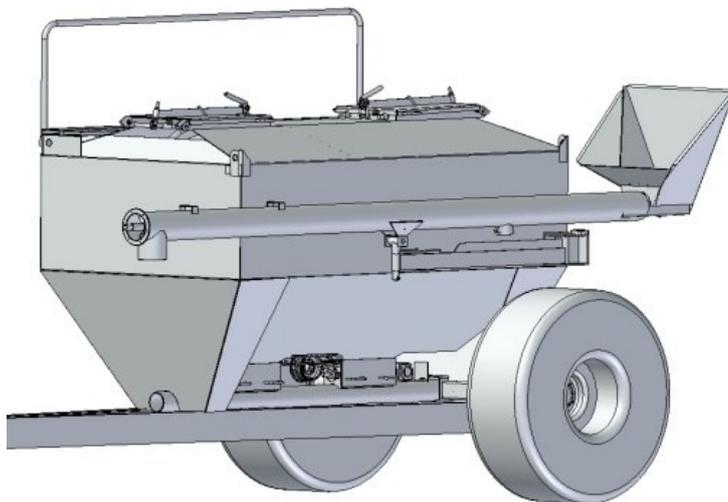

Рис. 8. Шнек в сборе
1. Опустить агрегат так, чтобы сошники главной рамы находились на уровне 1-1,5 см от земли (рис.8)